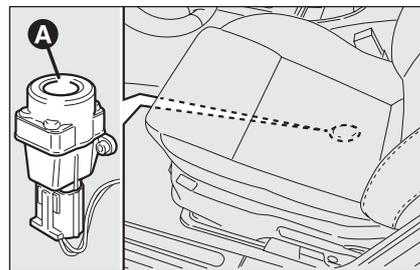

fig. 53
Per riattivare l'interruttore blocco combustibile premere il pulsante **A-fig. 53**.
- premere il pulsante **A-fig. 53** per riattivare l'interruttore blocco combustibile;